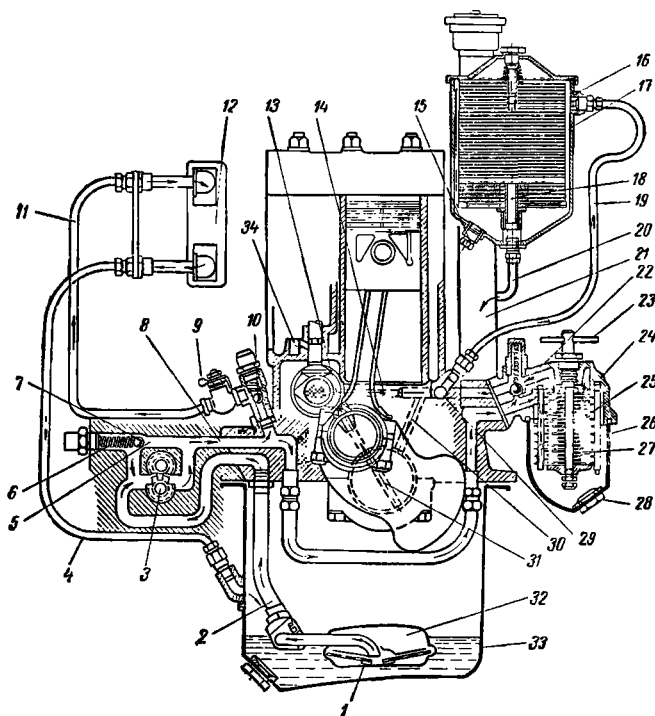
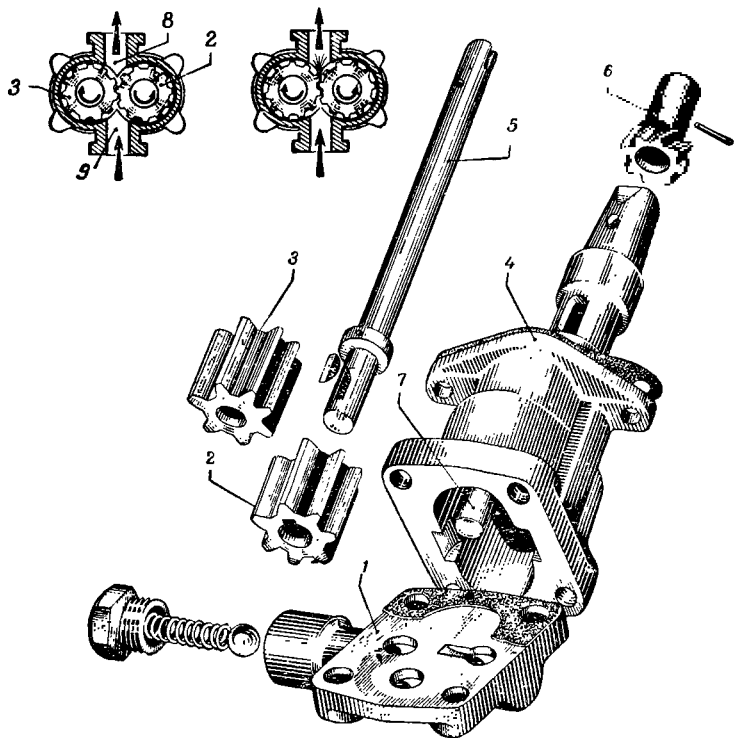

Рис. 21. Схема смазки двигателя ГАЗ-51.
Рис. 22. Схема работы (вверху) и детали (внизу) масляного насоса двигателя ГАЗ-51.
Насос состоит из корпуса 4 (рис. 22) с крышкой 1 и двух шестерен 3 и 2; зазор между зубьями шестерен и стенками корпуса весьма мал. Ведущая шестерня 2 жестко связана шпонкой с приводным валком 5, а ведомая шестерня 3 свободно вращается на короткой оси 7.
В двигателях автомобилей ГАЗ-51 и «Победа» корпус насоса крепится болтами с внешней стороны картера двигателя (см рис. 21), внутрь картера в этом случае входит только верхняя часть насоса с шестерней 6 (рис. 22): при такой установке шестерни находятся выше уровня масла в картере двигателя.
В двигателях автомобилей ГАЗ-51 и «Победа» редукционный клапан помещается в корпусе масляного насоса. Клапан состоит из стального шарика 7 (см. рис. 21) с пружиной 6, перекрывающего канал 5, соединенный с выходным каналом насоса 3. При давлении масла в магистрали выше нормы клапан откроется и часть масла будет поступать не в маслопровод 8, а обратно в насос.
Для очистки масла применяются, помимо сетчатых фильтров, через которые масло поступает в насос, внешние фильтры грубой и тонкой очистки. Фильтры могут включаться в масляную систему: а) последовательно, когда через фильтр проходит все масло, идущее в магистраль (см. 24 на рис. 21); б) параллельно, когда через фильтр проходит только часть масла, подаваемого насосом в магистраль (см. 16 на рис. 21).
Устройство цельнометаллического щелевого фильтра грубой очистки показано на рисунке 24. Фильтр состоит из корпуса 4, с которым скреплен отстойник 2 со спускной пробкой 1 (см. 28 на рис. 21).
**Масляный радиатор.** Для того чтобы масло лучше охлаждалось при работе двигателя в тяжелых дорожных условиях и при высоких внешних температурах, в системе смазки двигателей автомобилей ГАЗ-51 и ГАЗ-63 имеется масляный радиатор 12 (см рис. 21), располагаемый впереди радиатора водяного охлаждения.